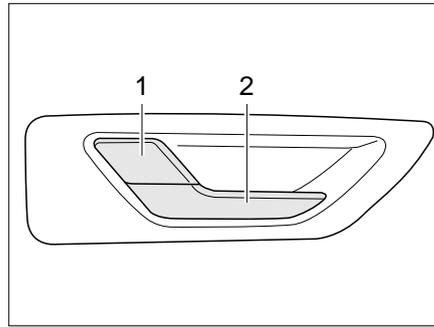

Bild 38 Türschloss Fahrertür, innen
- Am Griff (Bild 38,2) ziehen. Das Türschloss wird entriegelt. Der Sicherungshebel (Bild 38,1) springt automatisch heraus.
- Den Sicherungshebel (Bild 38,1) drücken.